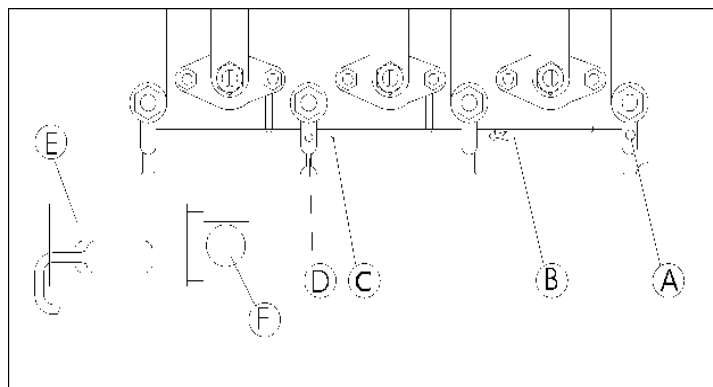

Рис. 5. Схема настройки начального положения топливной рейки:
9.2. Рейка должна быть зафиксирована штифтом на 3-й опоре корпуса распределительного вала. В этом положении контроллер запоминает начальное положение топливной рейки RPOS=18 мм (рис. 5).